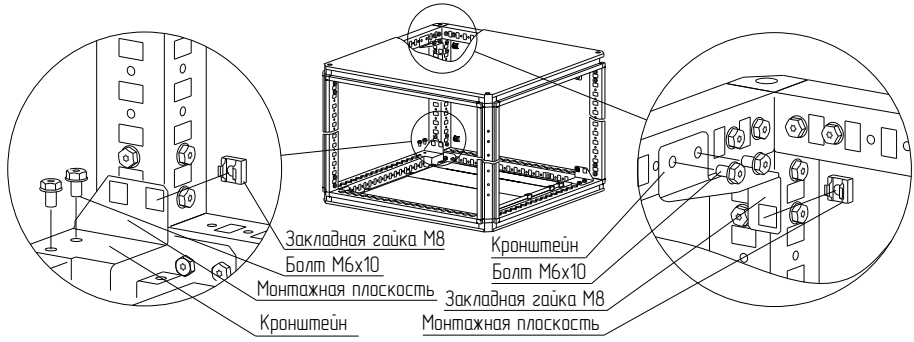

Рисунок 9
4.4.2 Закрепите на крыше и основании кронштейны болтами М6×10 (рисунок 9).
4.4.3 Установите закладные гайки М8 в квадратные отверстия кронштейнов (рисунок 9).